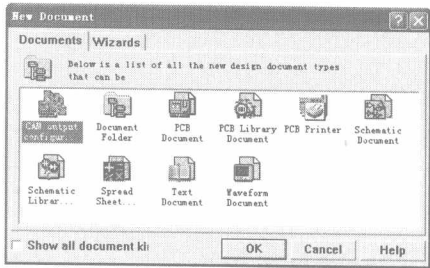

图 1-20 新建设计文件
2. 执行菜单命令【File】/【New...】, 打开【New Document】(新建文件)对话框, 如图 1-20